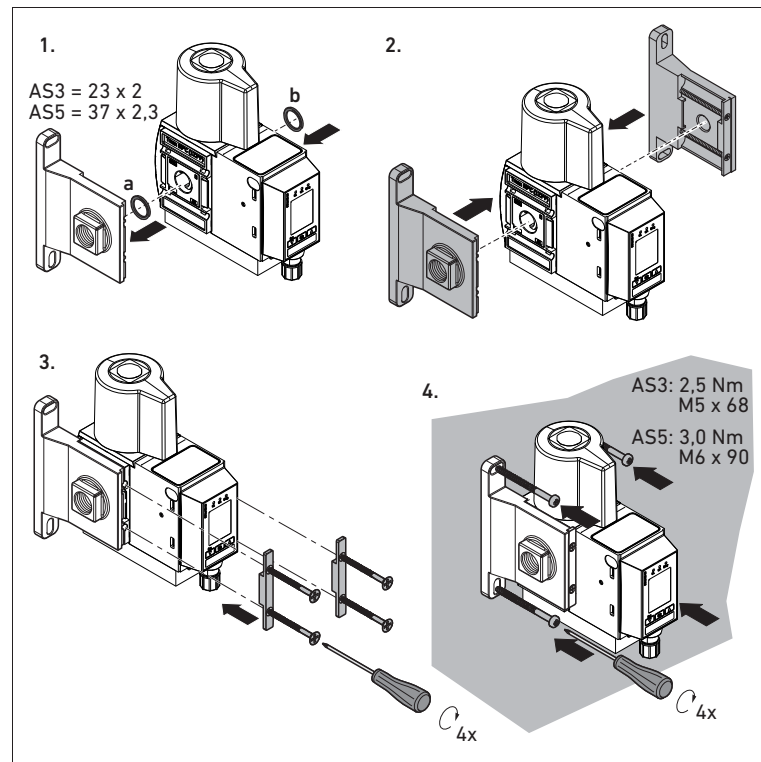

Fig. 2: Fissaggio di EV1X come valvola singola
Per fissare una sola valvola, procedere come rappresentato nella Fig. 2:
**i** L'unità a batteria deve essere montata da entrambi i lati sulla superficie di montaggio con rispettivamente un elemento di fissaggio (ved. Fig. 2).